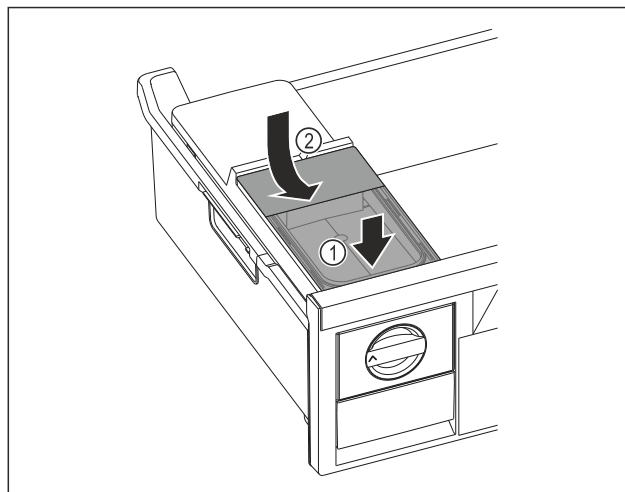

Fig. 130
- Collegare il serbatoio dell'acqua alla parte anteriore. Fig. 130 (1)
- Abbassare il serbatoio dell'acqua posteriore. Fig. 130 (2)